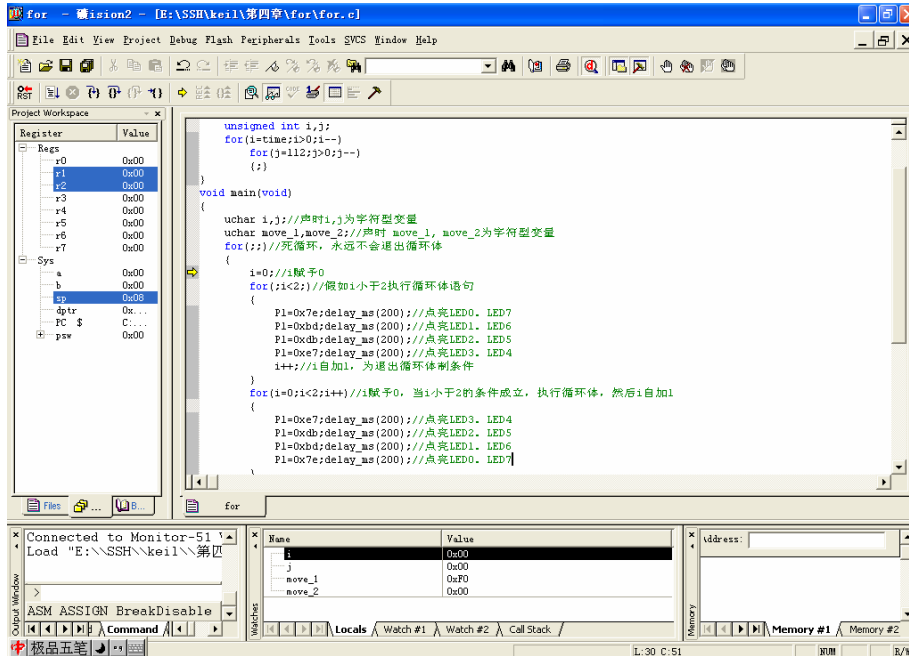

图 3-19
3、用  和  进行调试，观察 for 循环语句是如何执行的，在执行 for 循环语句的同时，还要观察变量窗口各变量的变化和实验板的 LED 灯的最终结果，从而理解 for 循环语句的用法。（如图 3-19 所示）